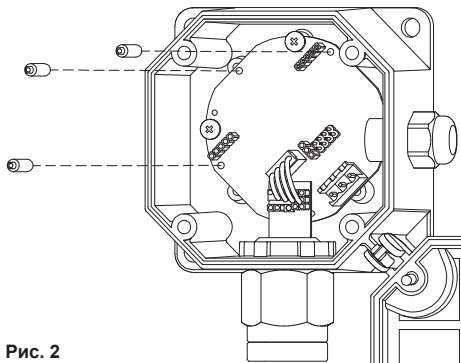

Рис. 2
3. Вставьте установочные башни (крепления) в сенсор (как показано на Рис. 2).